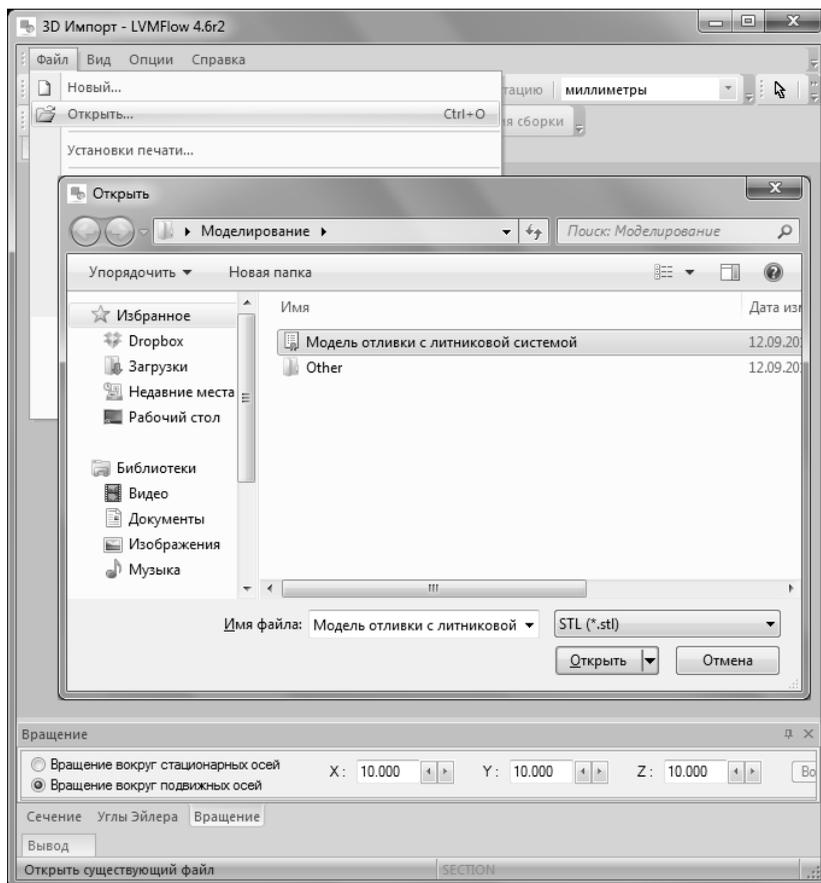

Рисунок 2 - Импорт отливки
- Импортируйте геометрическую модель отливки в формате *.STL (рис. 2).